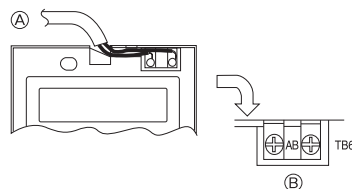

Fig. 5-7
⑥ Pared
⑦ Conducto
⑧ Tuerca de seguridad
⑨ Casquillo
⑩ Caja de interruptores
⑪ Cable del control remoto
⑫ Sellar con masilla.
⑬ Tornillo para madera
2) Procedimientos de conexión (Fig. 5-7)
① Conecte el cable del control remoto en el bloque de terminales.
④ Al terminal TB5 de la unidad interior
⑤ TB6 (Sin polaridad)